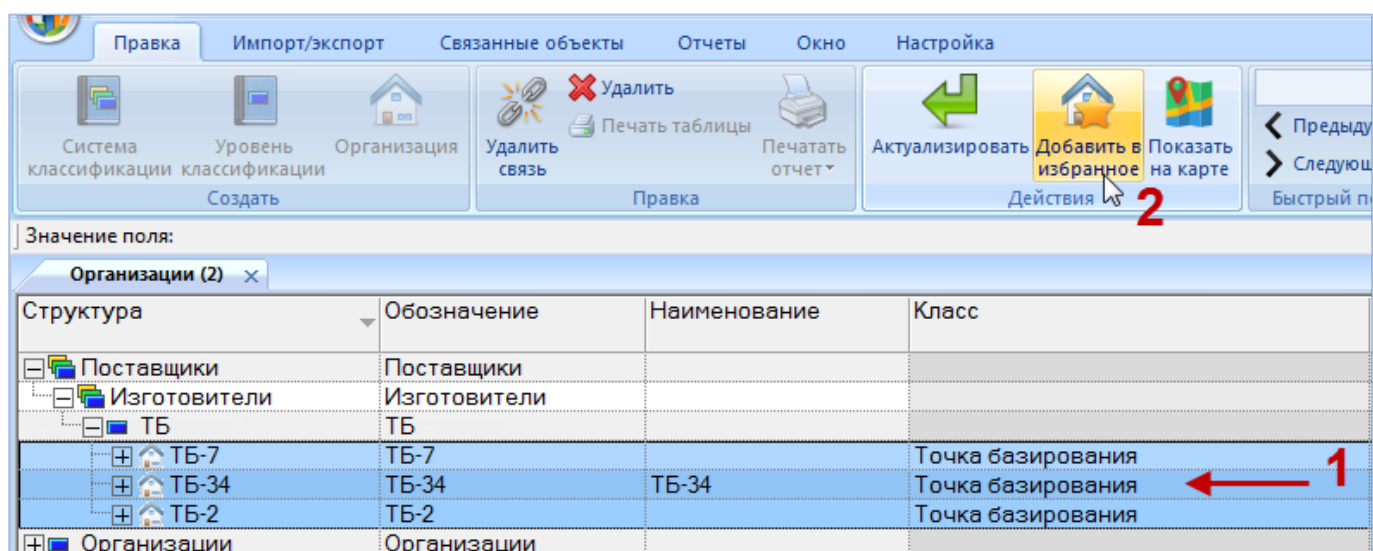

Рис. 9-34 – Добавление точки базирования в избранные
- 2) Выделить в нем организацию класса «Точка базирования». Для выделения нескольких организаций используются клавиши CTRL и SHIFT (1 на рис. 9-34).
- 3) Нажать кнопку  «Добавить в избранное» панели «Правка» (2 на рис. 9-34).